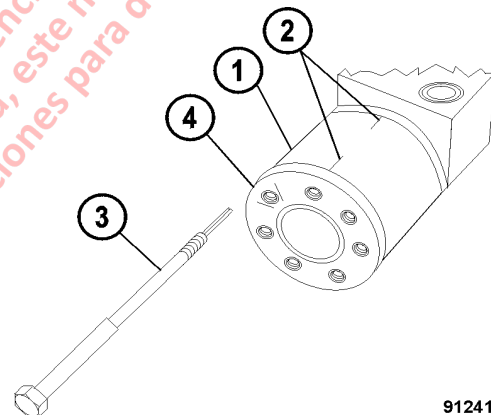

FIGURA 5-4. IDENTIFICACIÓN DE LOS COMPONENTES DE LA VÁLVULA
2. Haga coincidir la marca del conjunto de la rueda de engranaje y la cubierta del extremo, para asegurar la correcta ubicación durante el reensamblado. Consulte Figura 5-4.
3. Retire los pernos y arandelas de la cubierta del extremo. Saque los pernos con pasador roscado (3, Figura 5-4). Marque la ubicación del agujero del perno con el pasador roscado en la cubierta del extremo para facilitar el reensamblado.